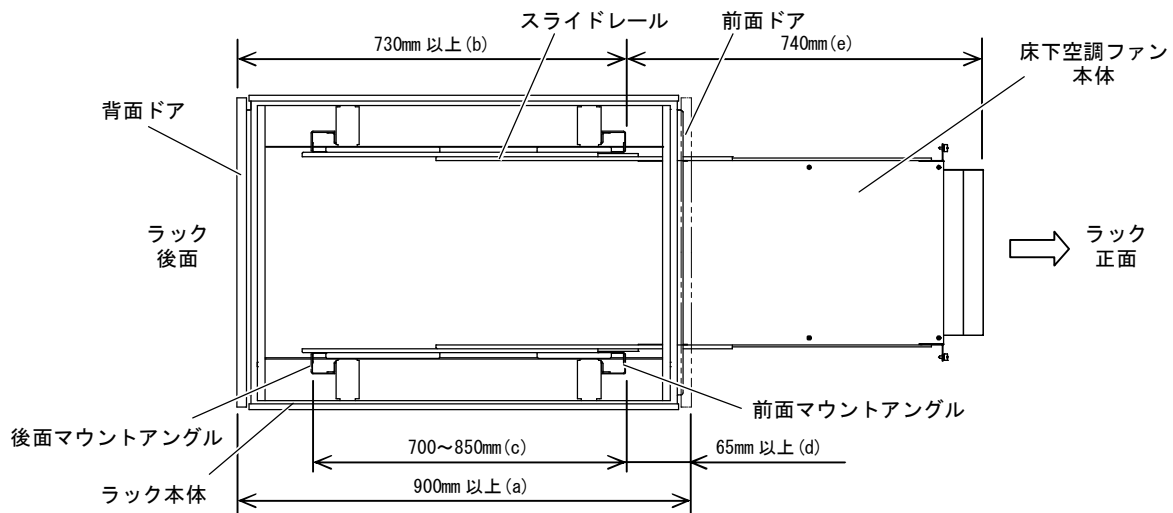

図3 製品取付条件
- ・ラックの奥行き寸法 900mm 以上（図3 a）
{前面マウントアングルと背面ドア間の距離 730mm 以上（図3 b）}
- ・前後マウントアングル間距離：700～850mm（図3 c）
- ・前面ドア-前面マウントアングル間距離：65mm 以上（図3 d）
- ・スライドレール引出し寸法：前面マウントアングル取付面より最大 740mm（図3 e）